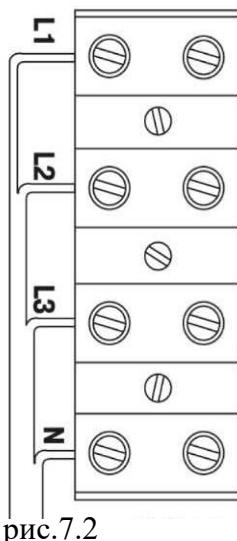

рис.7.2
7.7. Если станок рассчитан на питание от трёхфазной сети 380В, его подключение к электрической сети осуществляется четырёхжильным кабелем с соблюдением чередования фаз и нейтрального проводника как показано на рис.7.2. Колодка, показанная на рисунке, расположена на откидной крышке, расположеннойной на левой боковой стенке корпуса станка.